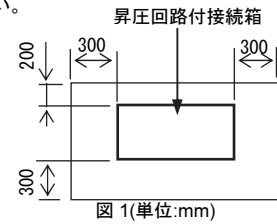

図1(単位:mm)
- 昇圧回路付接続箱の周囲は換気および操作のために図1に示すスペースを確保してください。